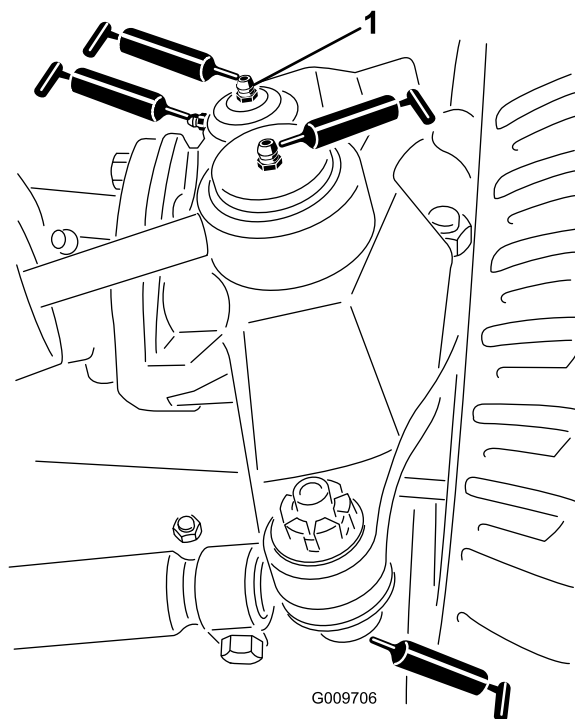

Рисунок 38
- Шаровые опоры гидроцилиндра рулевого управления (2 шт.), как показано на Рисунок 38
- Шаровые опоры поперечной тяги (2 шт.), как показано на Рисунок 38
- Втулки поворотных шкворней (2 шт.), как показано на Рисунок 38